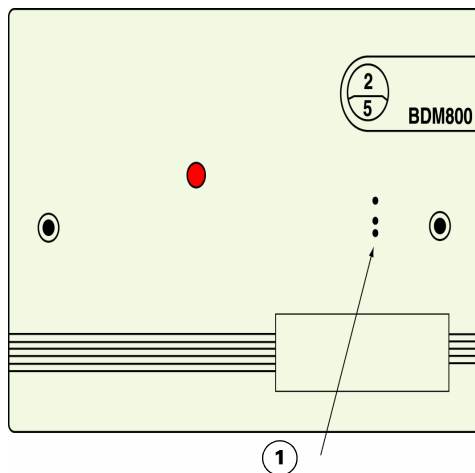

Fig. 6: Pannello frontale del modulo per rivelatore a raggio IR BDM800
utilizzando la porta di programmazione posta sul coperchio anteriore (vedere fig. 6).
- Nella fig. 6 a pagina 5 è illustrato il diagramma di cablaggio di Fireray 50R/100R.